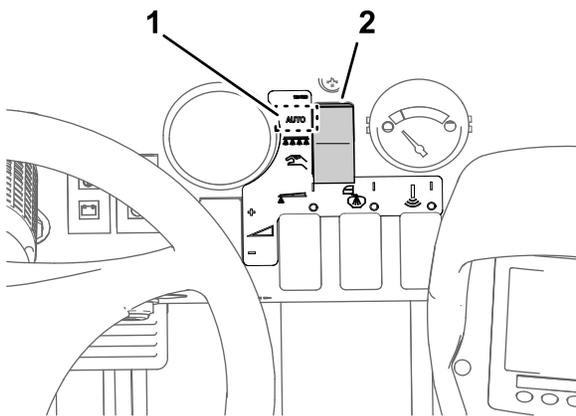

**Figura 34**
2. Rode o botão para a válvula de corte da distribuição da secção para a posição Fechada (Figura 34).